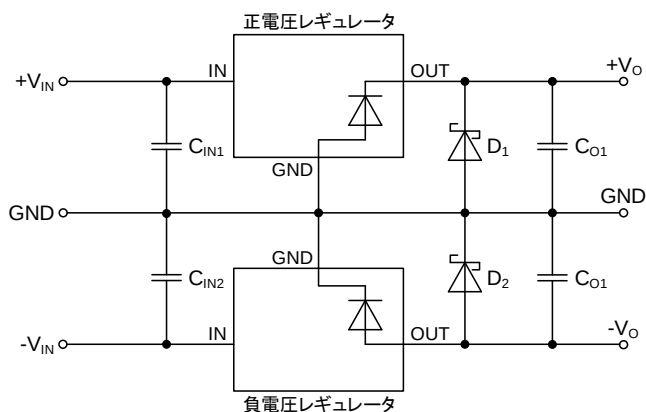

Figure 18. 出力端子保護ダイオード
2. 逆電圧値を小さくし、出力電圧が立ち上がらなくなることを軽減するために V_F が低いショットキーダイオードを出力と GND 間に接続します(Figure 18)。逆電流の値よりも、起動時に IC から供給できる電流値が大きい製品を選ぶ必要がありますが、ばらつきなどにより 100% 正常に立ち上がる保証はありません。
3. 過電流保護回路に垂下型特性を持ったリニアレギュレータを使用します。また、IC の出力ピンとグラウンド間にある静電破壊保護ダイオードや寄生ダイオードに電流が流れると、素子が劣化や破壊する可能性があります。これを防止するため出力ピンと並列にショットキーバリアダイオードを接続します(Figure 18)。